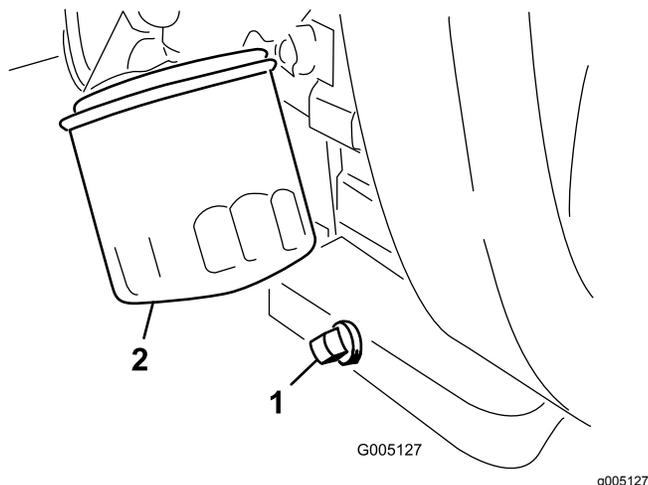

Рисунок 33
1. Снимите пробку сливного отверстия (Рисунок 33) и дайте маслу стечь в сливной поддон.
2. Очистите резьбовую поверхность пробки сливного отверстия, нанесите уплотнитель из тефлона и установите пробку (Рисунок 33).
3. Снимите масляный фильтр (Рисунок 33).